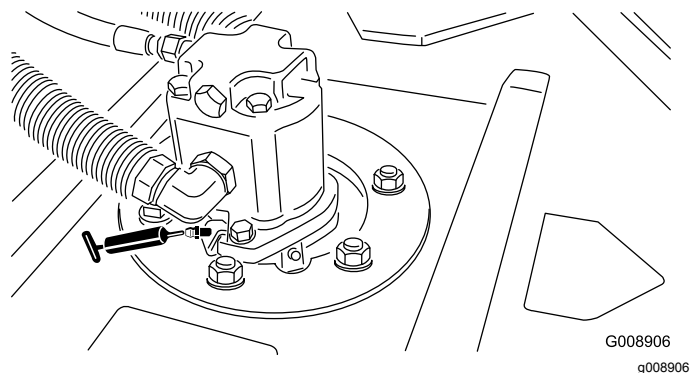

図 66
- カuttingユニットのスピンドルシャフトのベアリングユニット2台に1ヶ所 — 図 66